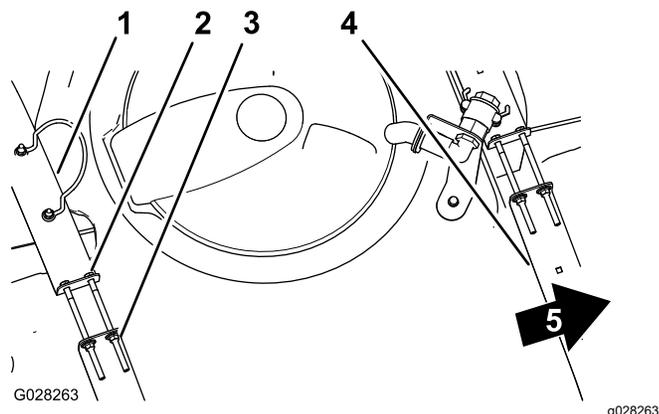

图 31
2. 检查药缸箍带与药缸之间是否有任何活动 **图 31**。
3. 如果药缸箍带与药缸之间有松动应拧紧箍带顶部的凸缘锁紧螺母和螺栓直到箍带与药缸表面齐平 **图 31**。